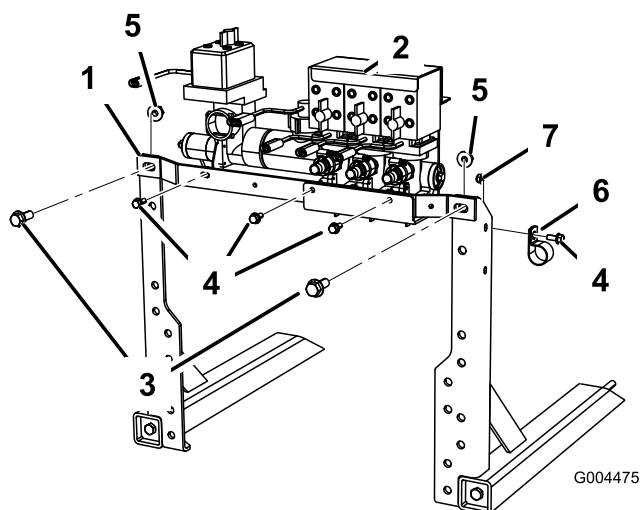

Figura 9
1. Instale a nova barra transversal nos postes da válvula utilizando os dispositivos de fixação que removeu anteriormente (Figura 9).
- Fixe o conjunto da válvula à barra utilizando 3 parafusos (5/16 x 3/4 pol.); consulte Figura 9.
- Instale a braçadeira de tubos no poste da rampa direito (Figura 9).